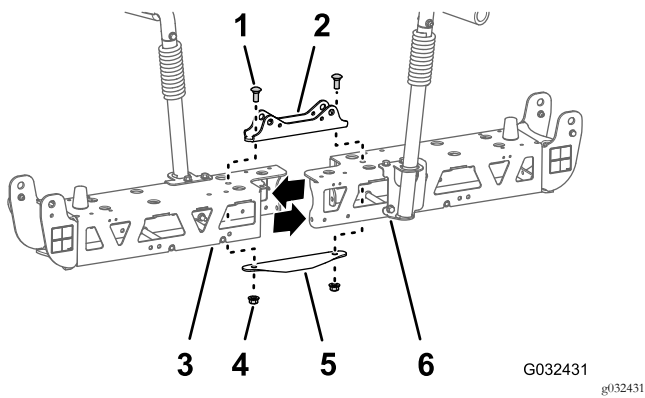

图51
2. 拧下用于固定窄油缸安装座、左右桁架框架以及窄连接板的 2 个托架螺栓 1/2 x 1-1/4 英寸和 2 个锁紧螺母 1/2 英寸 图51。